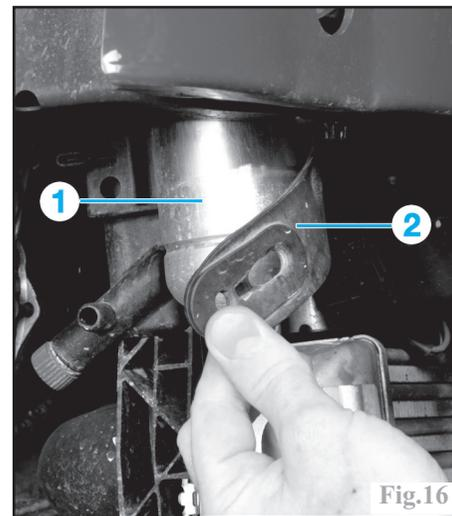

Fig.16
-la sangle (2) et la cartouche déshydratante (1) (Fig.16).